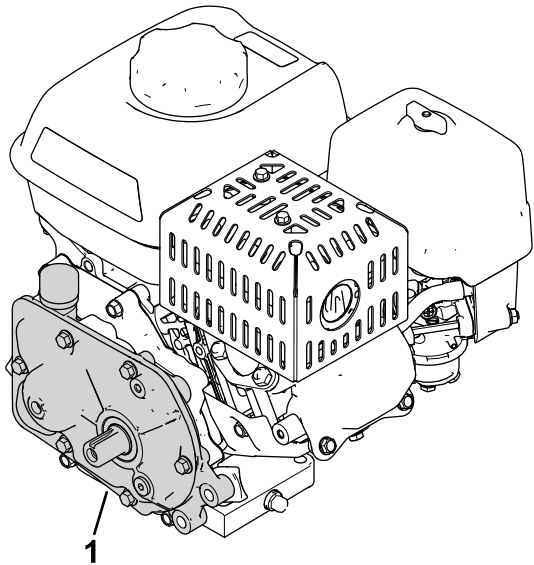

Figura 12
**Importante:** La scatola ingranaggi del motore (Figura 12) non richiede manutenzione, essendo riempita con grasso semifluido sintetico, a lunga durata e ad alte prestazioni.